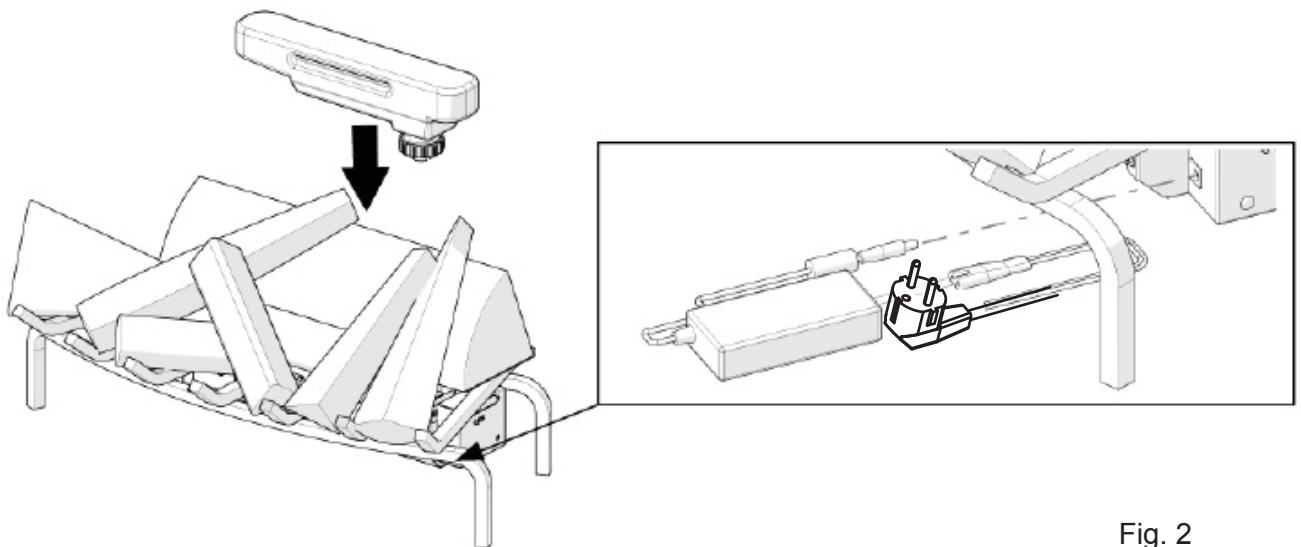

Fig. 2
3) Соберите адаптер питания (рис. 2). Подключите адаптер питания к передней панели прибора и к электрической розетке.